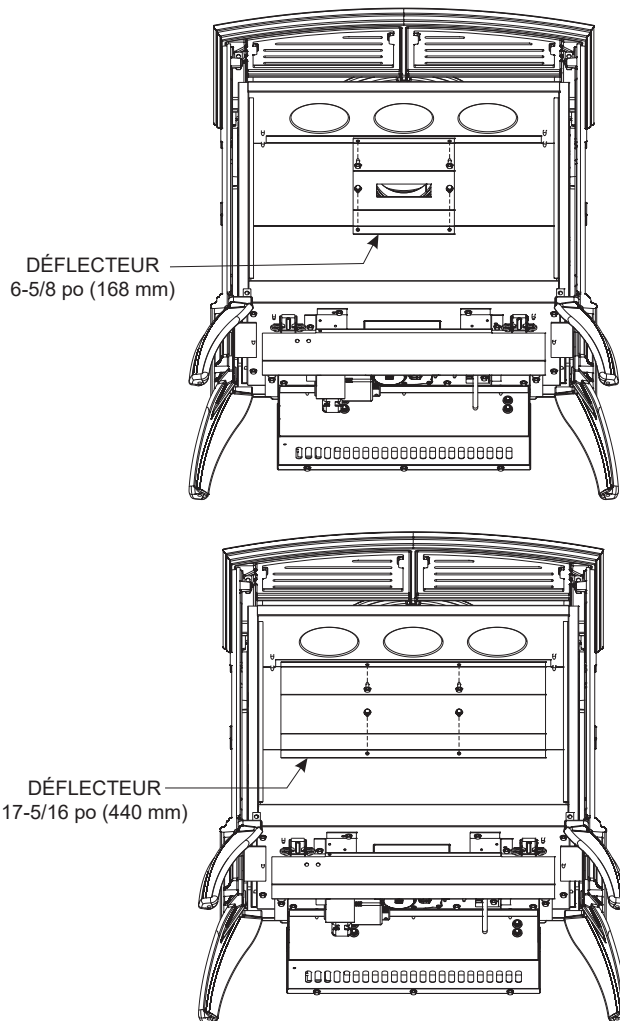

Figure 1
- Retirer le déflecteur du régulateur de tirage (17-5/16 po [440 mm] de largeur). Poser le nouveau déflecteur du régulateur de tirage (6-5/8 po [168 mm] de largeur, DVP30CC uniquement). **Voir Figure 1.**